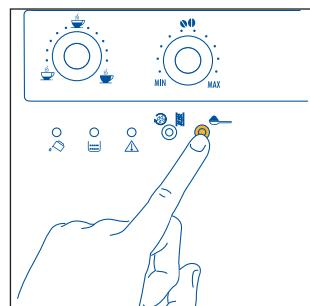

Fig. 18
- Presione el botón ☕ para seleccionar la función café molido (fig. 18). El piloto del botón se enciende para indicar que la función ha sido seleccionada y se ha desactivado el molinillo.